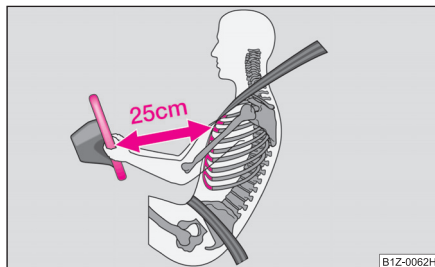

Abb. 140 Sicherer Abstand vom Lenkrad
- Für den Fahrer und Beifahrer ist es wichtig, einen Abstand von mindestens 25 cm vom Lenkrad bzw. von der Schalttafel einzuhalten ⇒ **Abb. 140**. Wenn Sie den Mindestabstand nicht einhalten, kann Sie das Airbag-System nicht schützen - Lebensgefahr! Außerdem müssen die Vordersitze und die Kopfstützen immer der Körpergröße entsprechend richtig eingestellt sein.